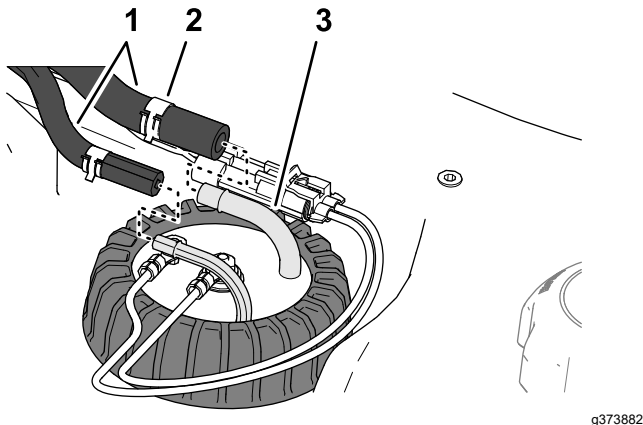

Bild 97
5. Montieren Sie die Schläuche auf die Anschlussstücke des Kraftstoff-Füllstandssensors und befestigen Sie die Schläuche mit den Schellen an den Anschlussstücken (Bild 97).